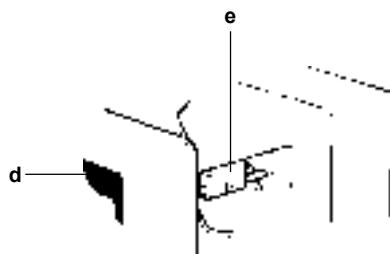

Рис. 5
4. Затяните винты 'd' (рис. 5) через отверстия с передней панели. Это автоматически выдвинет ножки 'e' (рис. 5).